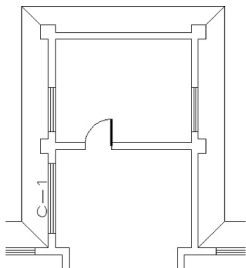

图 3.86 插入的窗图块
- (7) 在输入门窗编号<C-1>:提示下, 按Enter键执行尖括号内默认值“C-1”, 结果如图3.86所示。